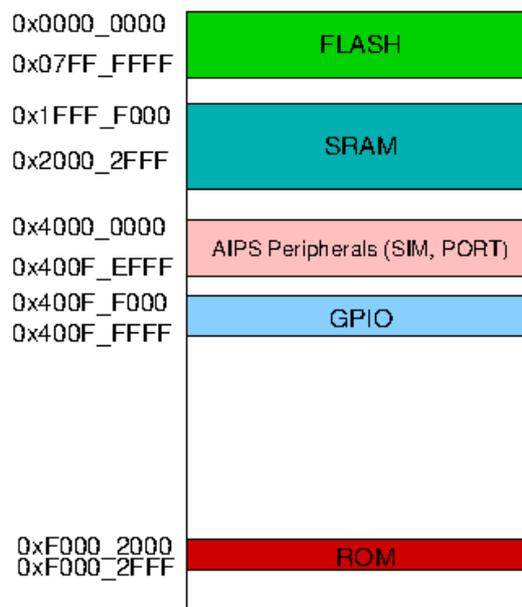

Figura 1: Faixas de endereços de memória em que FLASH, RAM e ROM são mapeadas.
Figura 1 ilustra como as 3 unidades de memória, FLASH, RAM e ROM, integradas no microcontrolador MKL25Z são mapeadas no espaço de endereçamento do núcleo ARM Cortex-M0+.
Os arquivos de configuração são caracterizados pela sua baixa volatilidade, sendo organizados em três subpastas dentro do diretório `Project_Settings`: `Debugger`, `Linker_Files` e `Startup_Code`. Na subpasta `Debugger`, encontram-se arquivos (*scripts*) de suporte à depuração dos programas. Já a subpasta `Linker_Files` contém um *script* que fornece dados essenciais, incluindo a definição do nome simbólico `__thumb_startup` para o endereço inicial de execução. Esses dados permitem que o ligador organize e vincule diferentes módulos ou unidades de código para formar o programa executável, além de carregá-lo nos espaços de endereços de memória adequados, conforme mostrados na Figura 1. Por fim, a subpasta `Startup_Code` contém códigos-fonte de instruções comuns de inicialização.
1.b **Endereço da pilha:** A pilha é uma estrutura de dados essencial na execução de programas nos processadores atuais, oferecendo uma abordagem organizada para gerenciar dados temporários e controlar o fluxo de execução, especialmente durante a chamada das sub-rotinas. O endereço da pilha usada num projeto desenvolvido no IDE CodeWarrior é configurado no *script* `MKL25Z128_flash.ld`. Localize o arquivo e procure nele o endereço da pilha configurado. Além disso, por meio da Figura 1, determine a unidade de memória física em que a pilha é implementada.
- 1.g **Arquitetura de Von Neumann:** A prática de dividir um programa em segmentos de instruções e dados é uma técnica que oferece benefícios em termos de organização, modularidade e gerenciamento eficiente de memória. No entanto, para efetuar essa divisão, é necessário mapear esses segmentos em espaços físicos de memória. Devido à arquitetura de Von Neumann, esses segmentos compartilham o mesmo espaço de memória. No IDE CodeWarrior, o mapeamento é configurado por meio do *script* `MKL25Z128_flash.ld`. Procure no arquivo os espaços de endereços configurados para os três segmentos, sabendo que `m_text` ↔ `.text` e `m_data` ↔ `.data + .bss`. Além disso, por meio da Figura 1, determine a unidade de memória física em que cada segmento é implementado.
3.b **Aba Variables:** A aba `Variables` gerencia as variáveis locais usadas na rotina em execução, fornecendo informações como valores e endereços, como vimos no roteiro 1 [7]. Reinicie a execução do programa, pulando a inicialização-padrão, com os dois pontos de parada setados. Anote os endereços **que aparecem na aba Variables** ao reiniciar a execução a partir da primeira instrução de `main` e nos dois pontos de parada, `espera` e `multiplo_iteracoes`, e associe esses endereços às unidades de memória físicas mostradas na Figura 1.